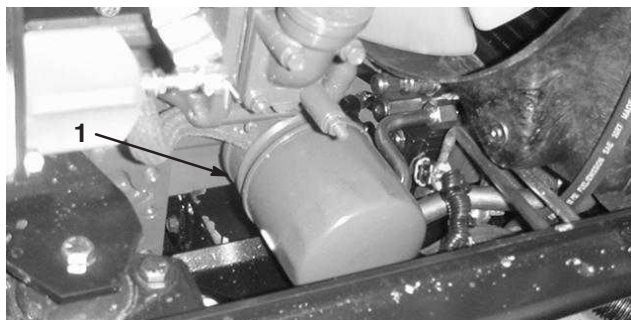

Figure 48
2. Déposez le filtre à huile (Fig. 48). Appliquez une fine couche d'huile propre sur le joint du filtre de rechange avant de le visser en place. **Ne serrez pas excessivement.**